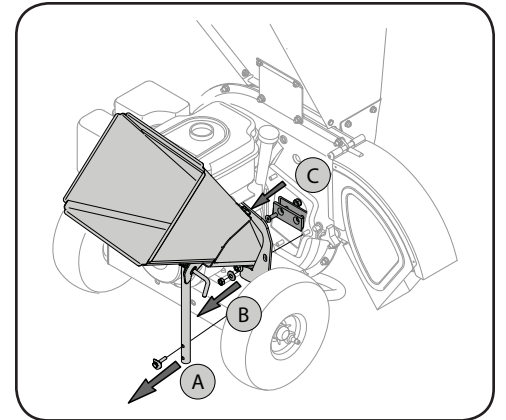

Figure 4-2
3. Retirez les deux boulons et les deux rondelles qui fixent le support de la trémie d'alimentation de la broyeuse-déchetuse au châssis, puis enlevez le support de la trémie d'alimentation. Voir A à la Figure 4-2.
4. Retirez les trois écrous et les trois rondelles qui fixent la trémie au boîtier de la turbine, puis enlevez la trémie d'alimentation de la broyeuse-déchetuse. Voir B à la Figure 4-2.
6. Retirez les boulons intérieurs, les rondelles de blocage et les écrous qui fixent la lame à la turbine, puis retirez la lame. Voir C à la Figure 4-2. Gardez la quincaillerie pour usage ultérieur.